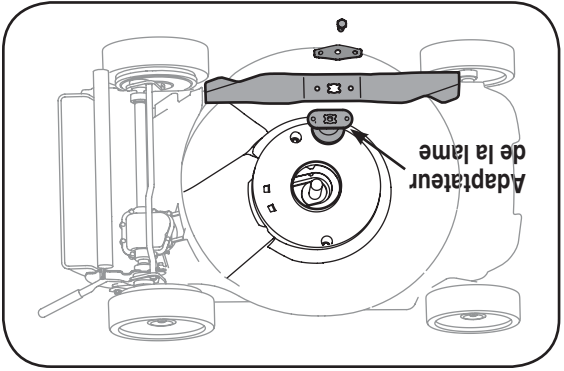

Figure 5-2
9. Placez l'adaptateur de la lame sur le vilebrequin, «l'étoile» à l'opposé du moteur. Voir la Figure 5-2. Placez le numéro de pièce) appareil, à l'opposé de l'adaptateur. Alignez le support de la lame sur celle-ci en enfonceant les pattes dans les trous de la lame, puis insérez le boulon hex.